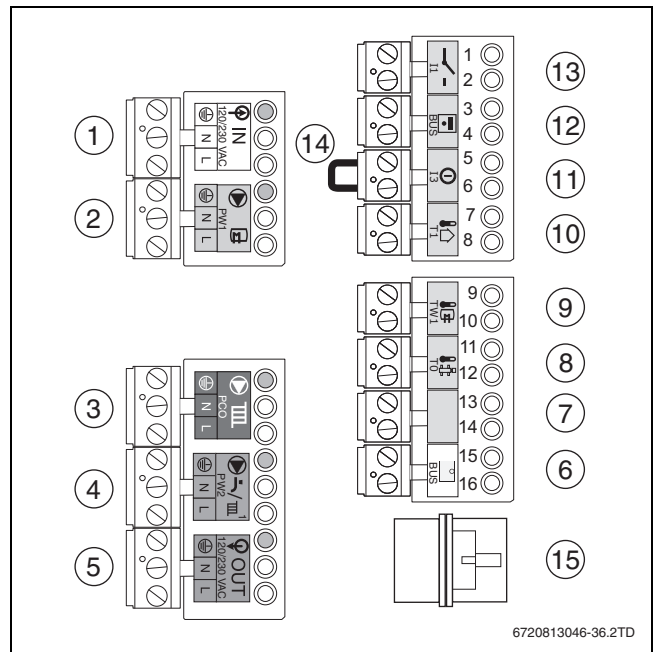

Bild 24 Klemmleisten
▶ Ein-/Aus-Raumtemperaturregler auf Anschlussklemme **I1** (→ Bild 24, [13]) anschließen (Zubehör).
- ▶ Regler auf Anschlussklemme **BUS** (→ Bild 24, [6]) anschließen. Hierzu ein 2-adriges Stromkabel von 0,4 bis 0,75 mm² verwenden.
- ▶ Brücke (→ Bild 24, [14]) auf Anschlussklemme ① entfernen.
- ▶ Außentemperaturfühler auf Anschlussklemme T1 (→ Bild 24, [10]) anschließen.
- ▶ Speichertemperaturfühler auf Anschlussklemme TW1 (→ Bild 24, [9]) anschließen.
- ▶ Heizungspumpe auf Anschlussklemme PCO (→ Bild 24, [3]) anschließen.
- ▶ Zirkulationspumpe auf Anschlussklemme PW2 (→ Bild 24, [4]) anschließen.
- ▶ Speicherladepumpe/externes 3-Wege-Ventil (230 V) auf Anschlussklemme PW1 (→ Bild 24, [2]) anschließen.
- ▶ Externes 3-Wege-Ventil an der Anschlussklemme PW1 (→ Bild 24, [2]) anschließen.